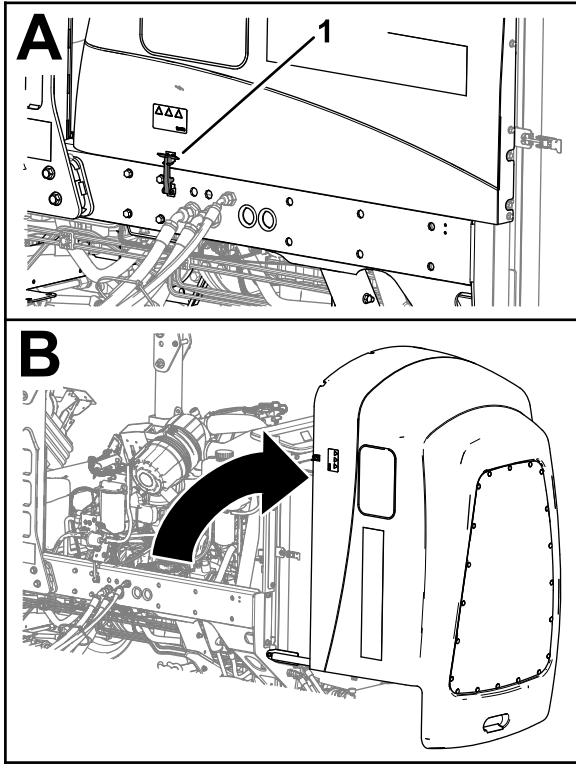

Bild 93
1. Öffnen Sie die beiden Motorhaubenriegel (Bild 93).
1. Lösen Sie die Gummiriegel der Abdeckung des Batteriefachs (Bild 93).